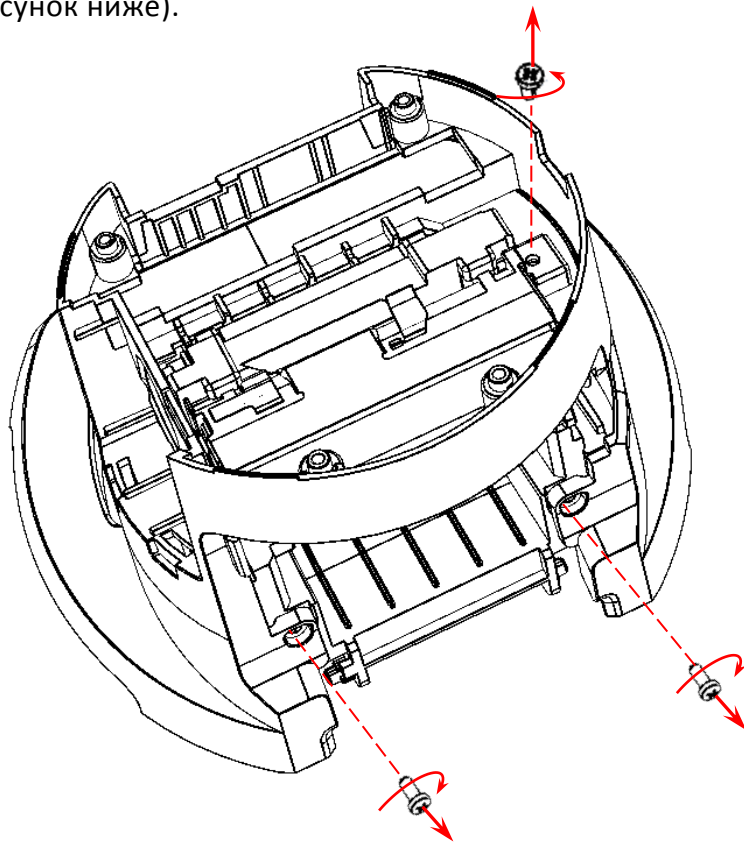
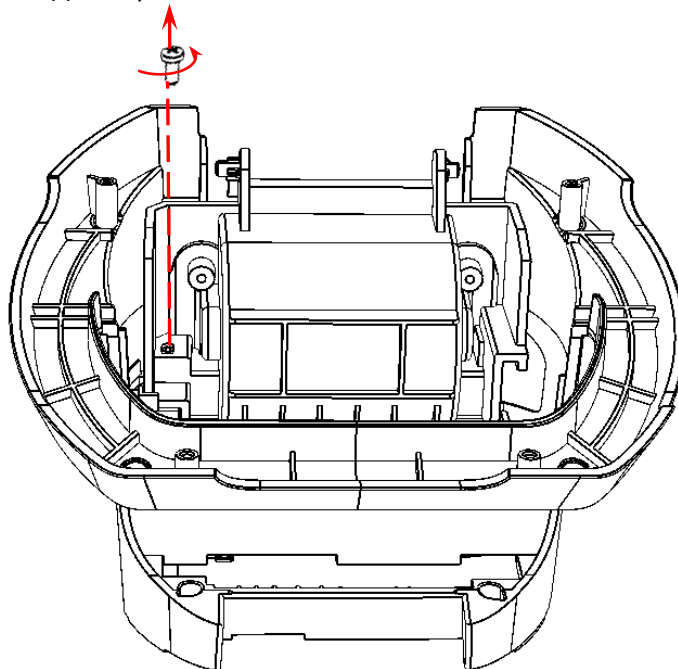

Рисунок 26. Винты крепления лотка для ЧЛ к стойке (расположенные с внешней стороны)
Рисунок 27. Винт крепления лотка для ЧЛ к стойке корпуса (расположенный во внутренней стороны)
18. Закрепить сборку, вкрутив четыре винта: три винта на внешней поверхности и один во внутренней поверхности сборки (см. рисунок 26 и рисунок 27 соответственно).